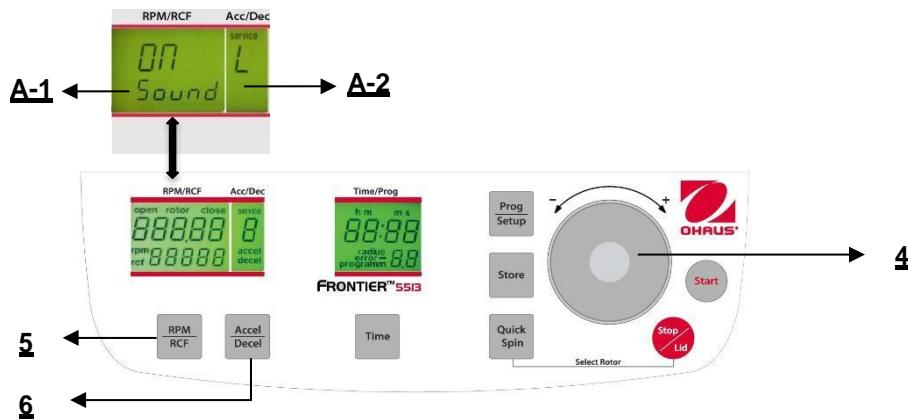

Figura. 30
Proceda como se describe en el punto 4.1.2 para ingresar en este modo de programa y luego presione el botón "Accel/Decel"(6). En la pantalla "Acc/Dec" (A-2) destella la palabra "Service". Ahora seleccione la letra "L" con el dial de ajuste (4). Como resultado, aparecen las palabras "On Sound" en la pantalla "RPM/RCF" (A-1). Si presiona el botón "RPM/RCF" (A-1) ahora, destella la palabra "On" y puede apagar el sonido con el dial de ajuste (4) (vea la Figura 30).